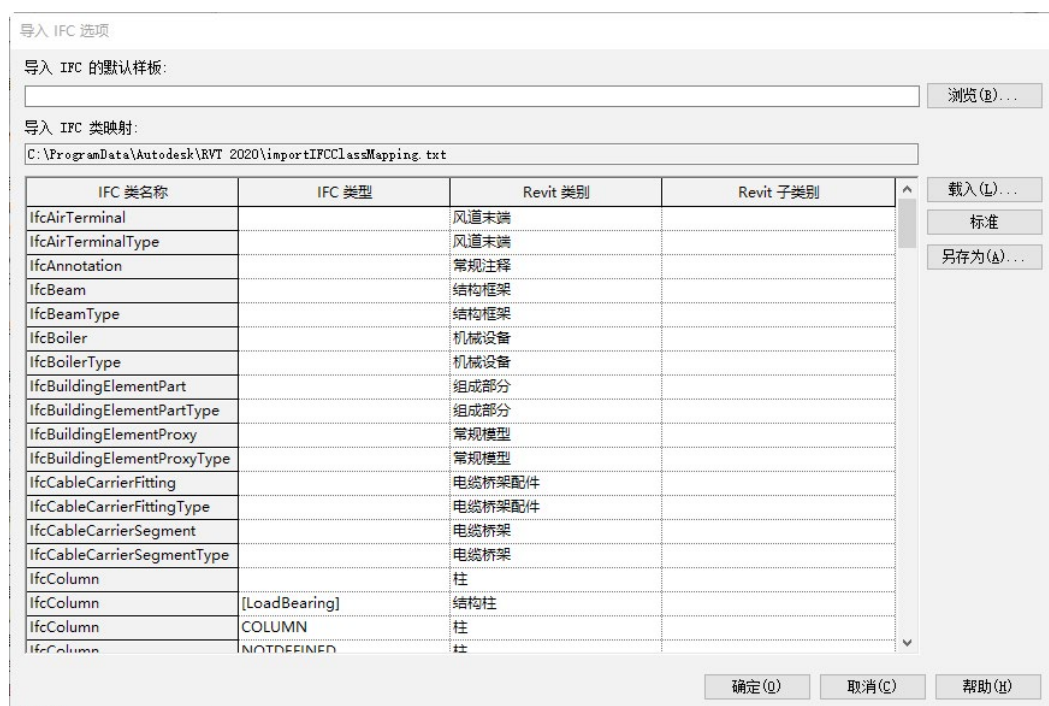

图 1-36 “导入 IFC 选项”对话框
- IFC 选项：单击此命令，打开“导入 IFC 选项”对话框，在对话框中可以设置 IFC 类型名称对应的 Revit 类别，如图 1-36 所示。此命令只有在打开 Revit 文件的状态下才可以使用。